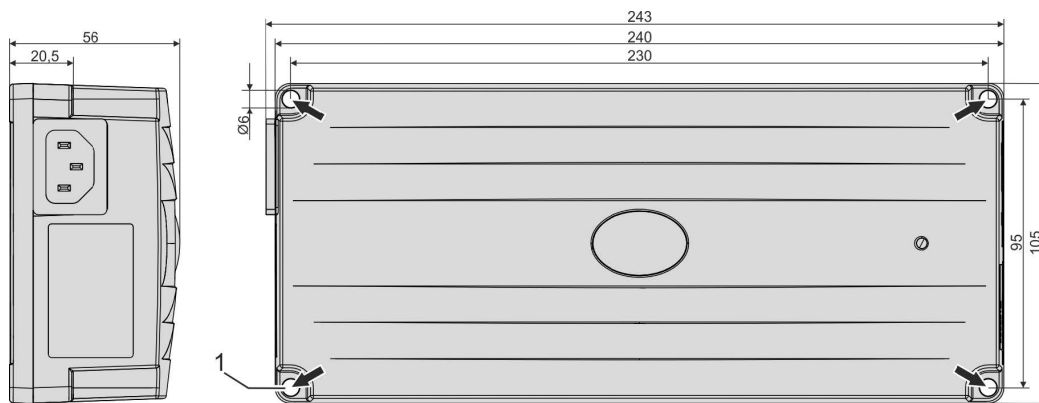

Abbildung 18 - Anbindungspunkte
1. Bohrlöcher (4 x Ø 5,5 mm) gemäß den Abständen in Abbildung 18 in den Untergrund bohren.